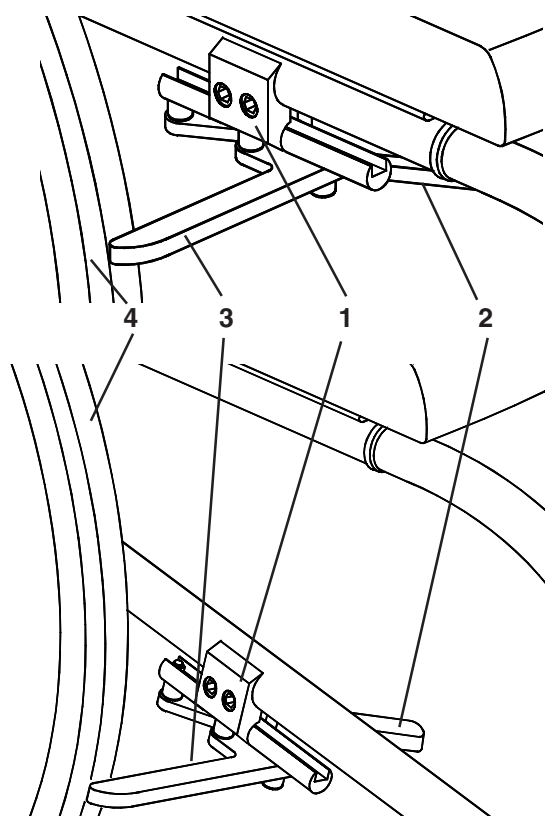

Fig. 22
Les freins ciseaux (Fig. 22) sont montés sur la version standard des fauteuils Revolution. Le frein se monte sur un système de serrage (1) et est correctement réglé avant de quitter l'usine. Pour freiner, tirer le levier (2) vers l'avant jusqu'à ce qu'il passe par dessus le centre et que le bras (3) s'enfonce dans le pneu (4).